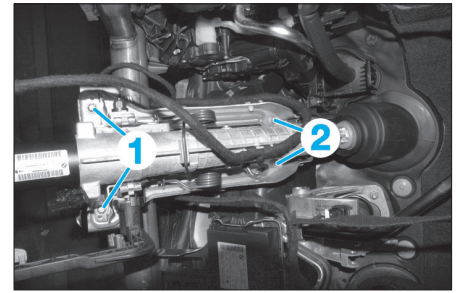
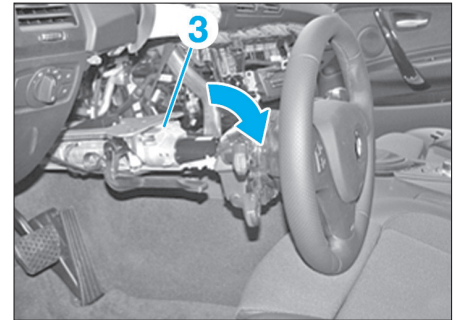

Fig. 14
Fig. 15
- Déposer les vis (1) (Fig.14).
- Caler la colonne de direction, puis déposer les vis (2).
- Abaisser la colonne de direction complète (3) jusqu'à ce que le volant repose sur le siège conducteur (Fig.15).